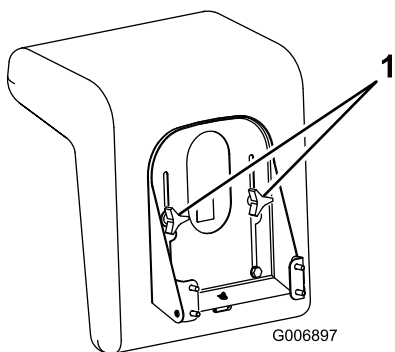

Figura 7
1. Sollevate il sedile ed allentate le manopole di regolazione (Figura 7).